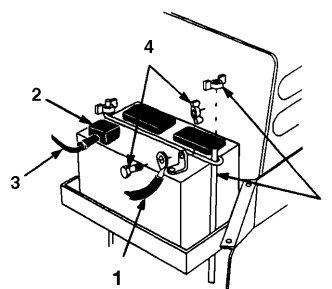

Figure 37
4. Débrancher le fil de terre négatif (noir) de la borne de la batterie (Fig. 37).
5. Soulever le capuchon en caoutchouc sur le câble positif (rouge). Débrancher le câble positif (rouge) de la borne de la batterie (Fig. 37).
6. Déposer les barres de retenue de la batterie (Fig. 37).
9. Au moyen du boulon et de l'écrou papillon, brancher le câble positif (rouge) à la borne positive (+) de la batterie (Fig. 37). Recouvrir la borne de la batterie avec le capuchon en caoutchouc.
10. Au moyen du boulon et de l'écrou papillon, brancher le câble négatif (noir) à la borne négative (–) de la batterie (Fig. 37).